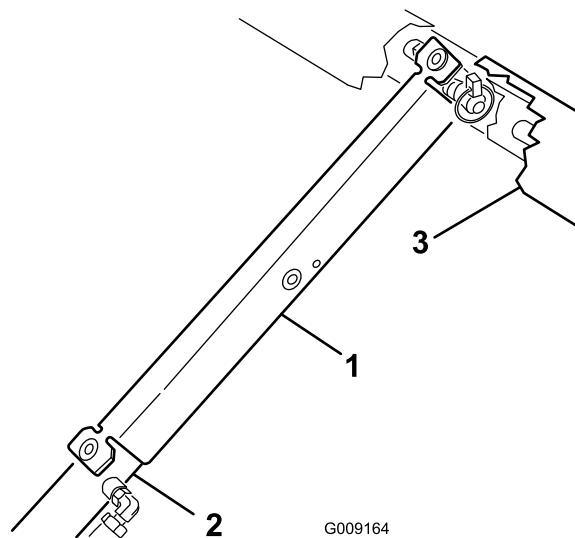

図 47
7. サポートをシリンダ・ロッドにはめ込み、サポートの端部でシリンダ・バレルの端とシリンダ・ロッドの端を確実に支える（図 47）。